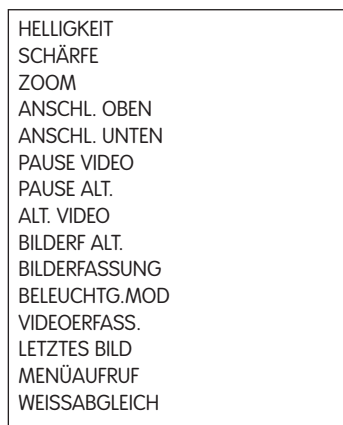

Abbildung 38. Tasten „nach oben“ und „nach unten“
4. Verwenden Sie die Tasten **nach oben** und **nach unten** auf der Steuerungseinheit oder die linke und rechte Taste am Kamerakopf, um durch die Liste der Optionen zu navigieren (Abbildung 38). „Auswahl“ drücken, um die Einstellung für den Tastendruck auszuwählen.